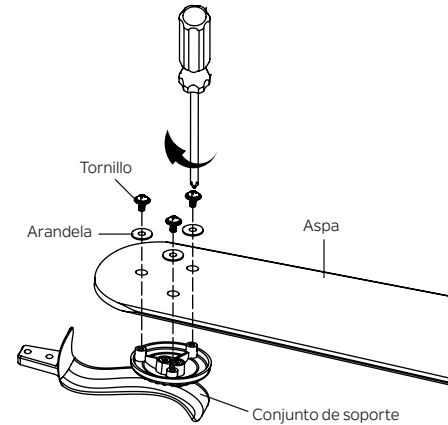

Figura 20
**Paso 1.** Fije las aspas a los conjuntos de soporte como se muestra, apriete firmemente con tornillos y arandelas del paquete de accesorios. (Figura 20)